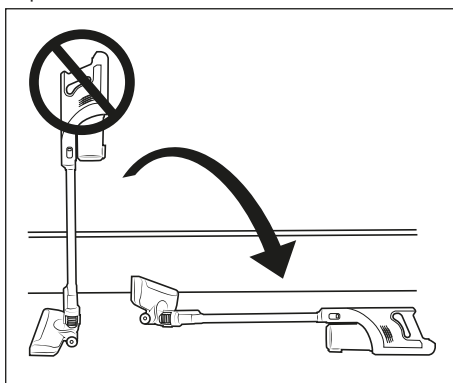

Fig. 9
- ▶ No deje la aspiradora en posición vertical cuando interrumpa el funcionamiento o quiera dejar de agarrarla, sino colóquela en el soporte mural **18** o pósela en el suelo en posición horizontal (consulte la fig. 9 y la 10). De lo contrario, podría caerse y dañarse, así como potencialmente dañar otros objetos con su caída.